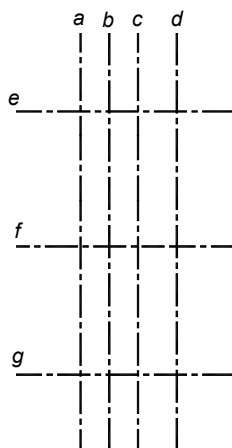

Рис. 1.2. Разметка осей
Разметка предусматривает определение основных соотношений, проведение осей, вспомогательные построения и т.д. В рассматриваемом примере разметка сводится к построению осевых линий (рис. 1.2):
- приблизительно по середине экрана командой `LINE` (укажите кнопку ) проведите отрезки вертикальной  $b$  и горизонтальной  $f$  осевых линий (рис. 1.2). Длину отрезков можно задать произвольно, с запасом. Удобно для разметки применить конструктивные линии "бесконечной длины" — команда `XLINE` .